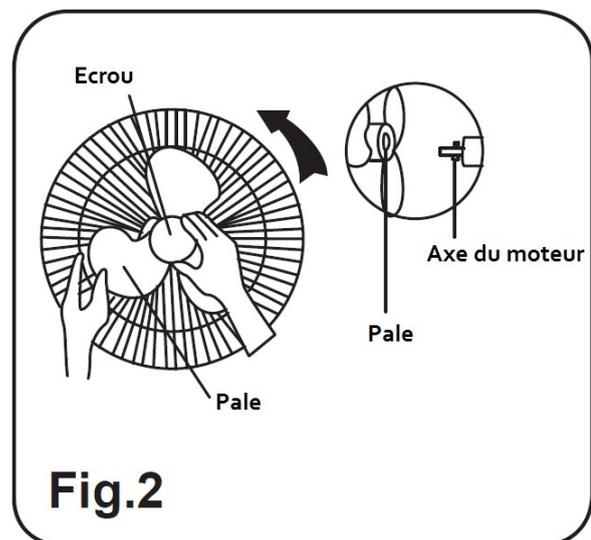

Fig.2
- 3- Placez les pales qui doivent être insérées dans l'axe moteur puis fixer avec l'écrou (Fig.2).